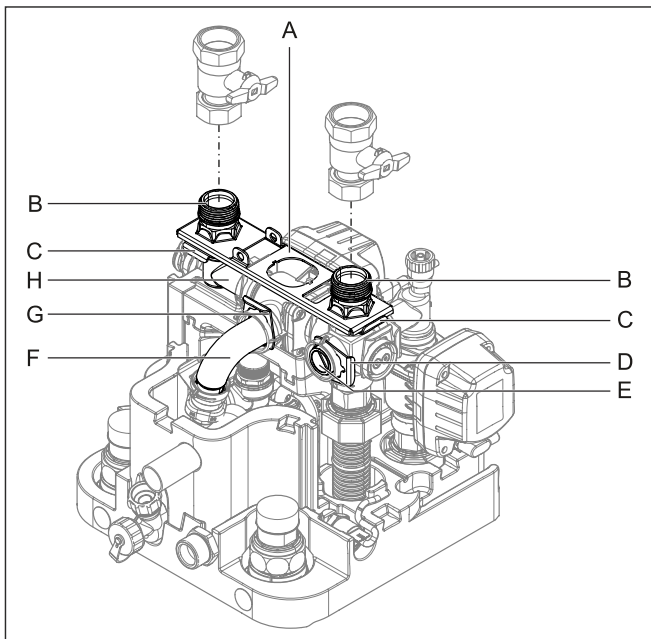
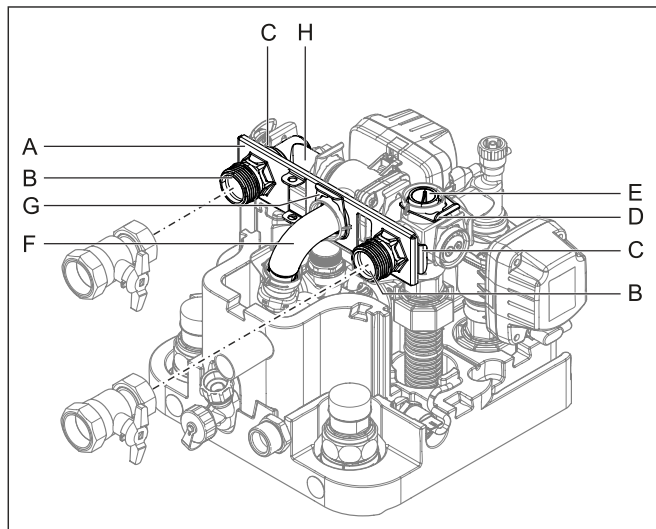

Bild 74-17 Uppåtriktade anslutningar för värmertilopp och -retur
Bild 74-19 Flytta anslutningarna för värmertiloppet och -returen bakåt
- 2 Dra av båda insticksbyglarna på anslutningskopplingarna (Bild 74-17, pos. C).
- 3 Dra av båda anslutningskopplingarna (Bild 74-17, pos. B).
- 4 Ta bort fästplåten (Bild 74-17, pos. A).
- 5 Dra av förslutningspluggens insticksbygel (Bild 74-17, pos. D).
- 6 Dra ur förslutningspluggen (Bild 74-17, pos. E).
- 7 Vrid vinkelstycket (Bild 74-17, pos. H) 90° bakåt.
- 8 Dra av rörböjens insticksbygel (Bild 74-17, pos. G).
- 9 Dra ut rörböjen (Bild 74-17, pos. F) försiktigt bakåt så långt från det horisontella fästet, att fästplåten (Bild 74-19, pos. A) kan skjutas in lodrätt däremellan.
- 10 Skjut in fästplåten mellan rörböjen och det horisontella fästet och stick åter in rörböjen (Bild 74-19, pos. F) i sitt fäste genom mitthålet i fästplåten.
- 11 Säkra åter rörböjen med insticksbygel (Bild 74-19, pos. G) i sitt fäste.
- 12 Stick in båda anslutningskopplingarna (Bild 74-19, pos. B) genom fästplåten i sidofästena.
- 13 Säkra de båda anslutningskopplingarna med insticksbyglar (Bild 74-19, pos. C) i sina fästen.
- 14 Stick in förslutningspluggen (Bild 74-19, pos. E) i det övre fästet.
- 15 Säkra förslutningspluggen med insticksbygel (Bild 74-19, pos. D).